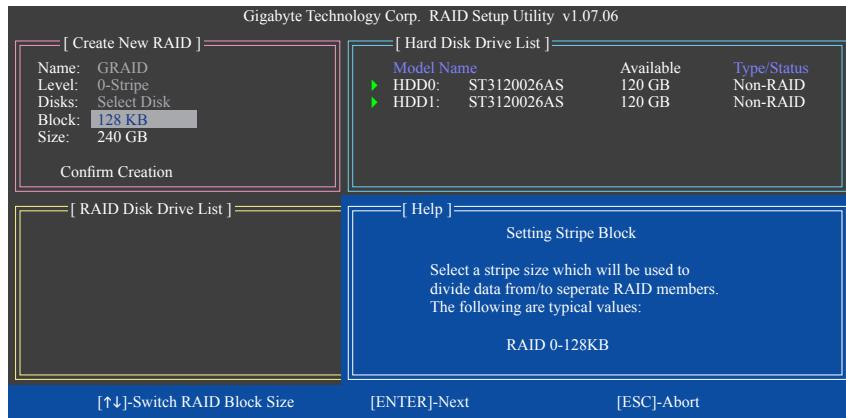

図 6
4. **Set Block Size (RAID 0 only):** Block 項目の下で、上または下矢印キーを使用してストライプ ブロックサイズを 4 KB～128 KB の範囲で選択します(図 6)。<Enter> を押します。